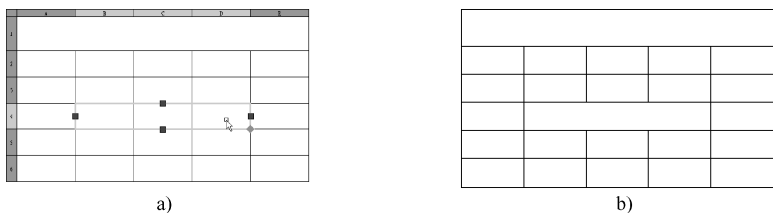

图 7-33 “合并单元”示例
4) 如果要合并选定的单元，如图 7-33 所示，同时单击鼠标右键打开相应的快捷菜单，选择“合并单元”命令即可。如果选择了多个行或列中的单元，可以按行或按列合并。